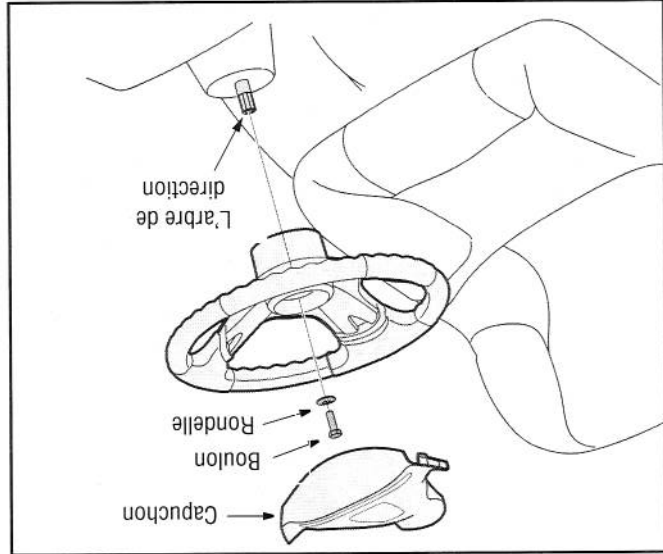

Figure 1
3. Placez la rondelle, côté creux vers le dessous, sur l'arbre de direction. Maintenez avec un boulon de retenue hex. Voir la Figure 1.